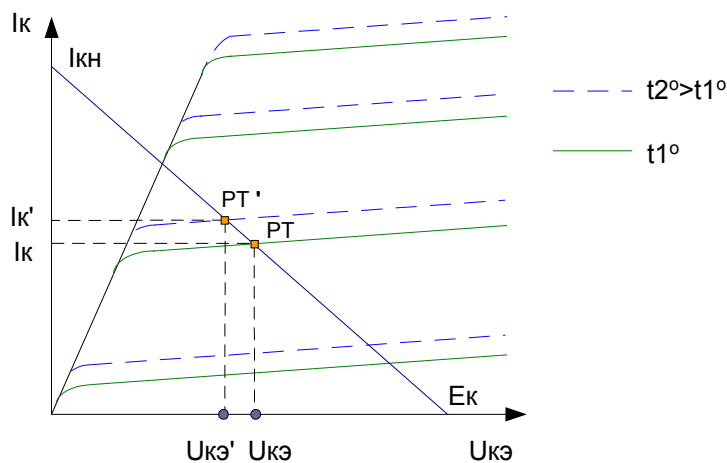

Рис. 88
1) Температурное свойство транзисторов. Диапазон рабочих температур транзистора определяется температурными свойствами р-п перехода. При его нагревании от комнатной температуры (25 °С) до 65 °С сопротивление базы и закрытого коллекторного перехода уменьшается на 15 – 20 %. Особенно сильно нагревание влияет на обратный ток коллектора $I_{кб0}$. Он увеличивается в два раза при увеличении на каждые 10°С. Всё это влияет на характеристики транзистора и положение рабочей точки (смотрите Рис. 88).